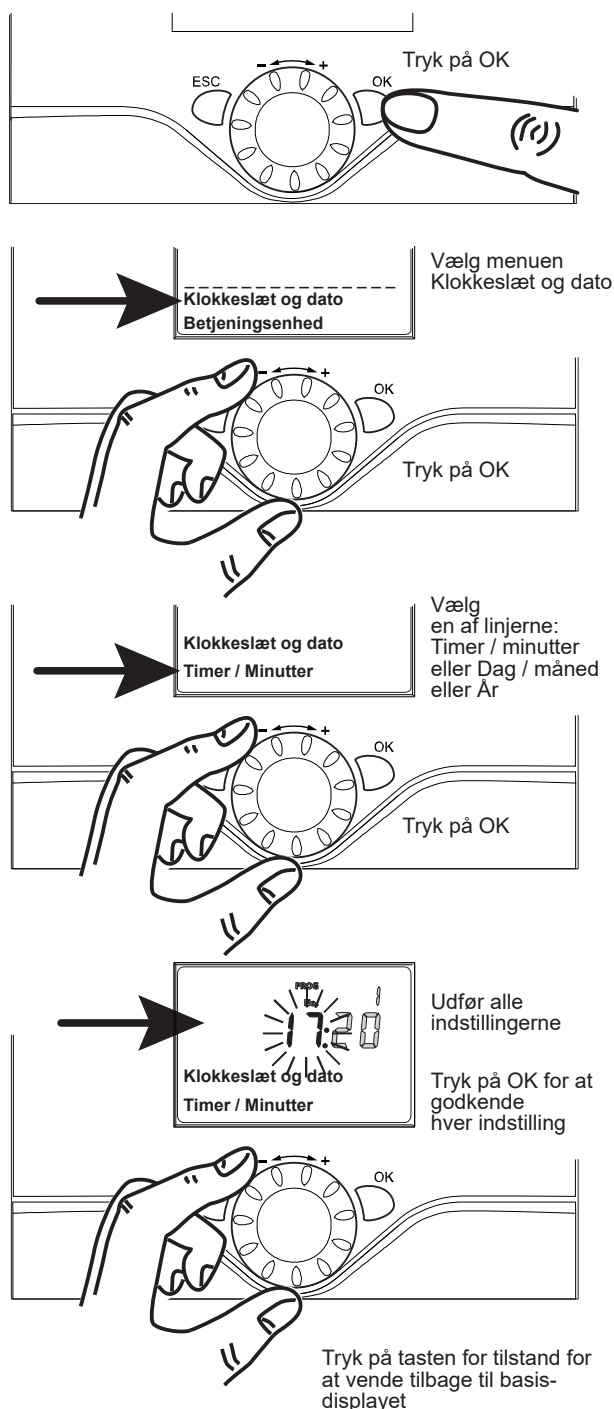

fig. 5 - Indstilling af tid og dato
- Juster om nødvendigt klokkeslæt og dato (fig. 5).